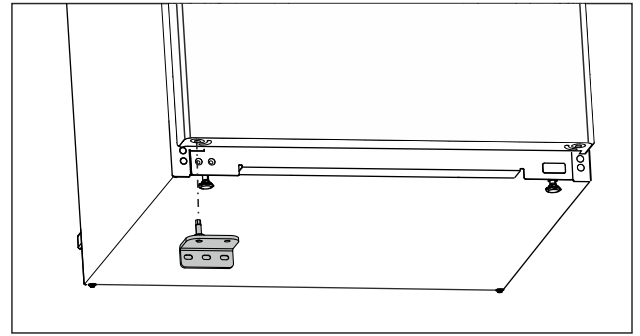

Fig. 21
- ▶ Plaats de onderste lagersteun aan de tegenoverliggende kant. (zie Fig. 21)